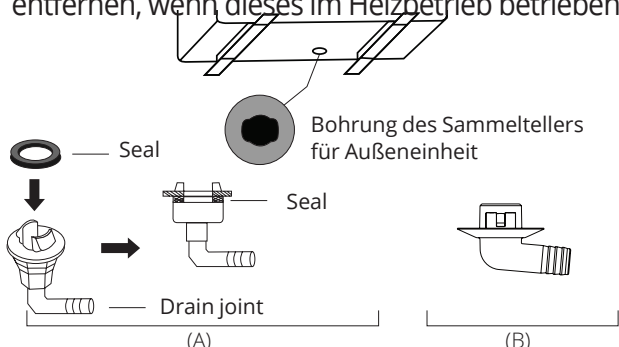

Abb. 6.9
Wenn das Entwässerungsverbindungsstück über einen Gummieinsatz verfügt (siehe Abb. 6.9-A), gehen Sie wie folgt vor:
4. Verbinden Sie ein Abfluss-Verlängerungsrohr (nicht im Lieferumfang enthalten) mit dem Abfluss-Verbindungsstück um das Wasser vom Gerät zu entfernen, wenn dieses im Heizbetrieb betrieben wird. Wenn das Abfluss-Verbindungsstück keinen Gummieinsatz hat (siehe Abb. 6.9 - B), gehen Sie wie folgt vor: